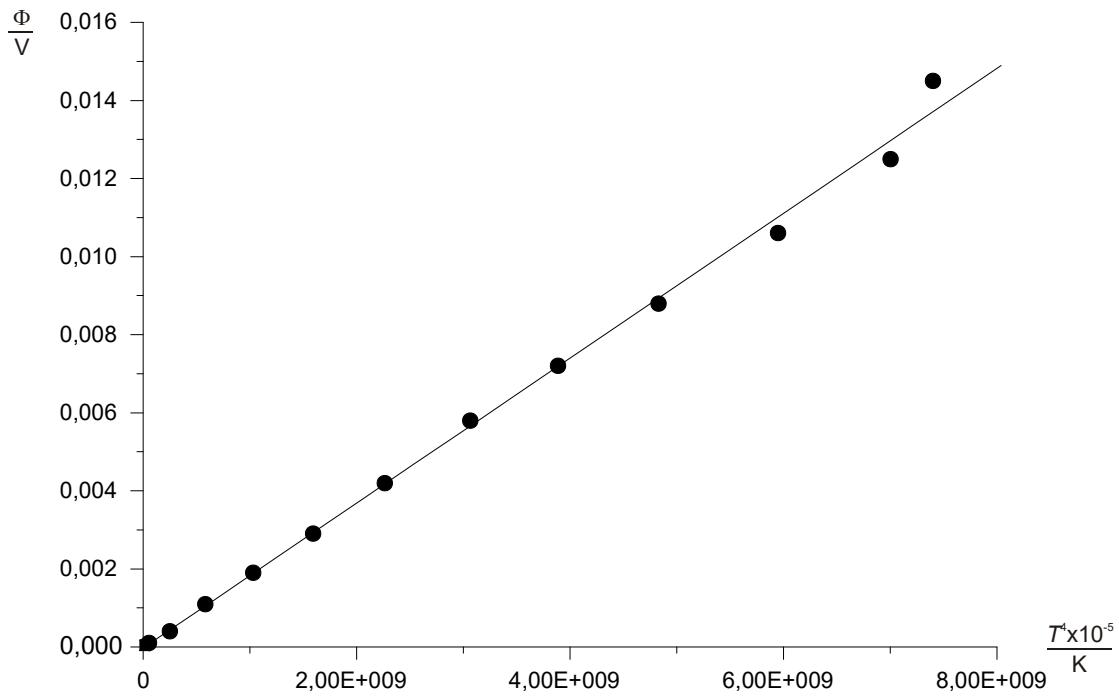

Fig. 3: Intensità delle radiazioni  $\Phi$  in funzione della temperatura  $T$
- Rappresentare  $\Phi$  in funzione di  $T^4$  (Fig. 3).